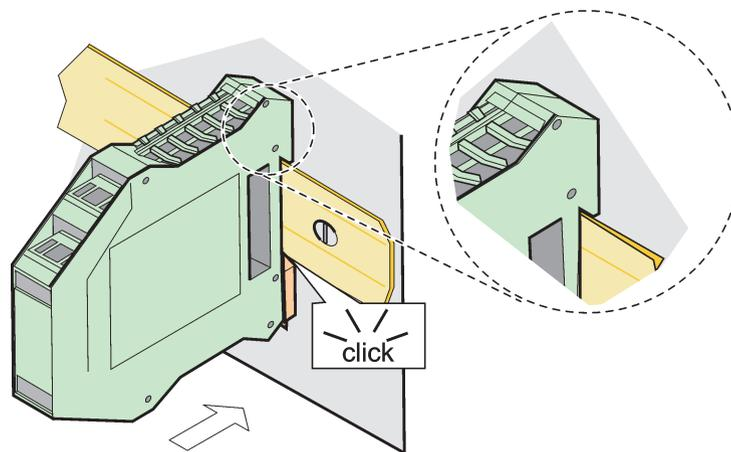

Figure 73 Fixation d'un module d'expansion
3. Faire pivoter le module vers le bas et l'appuyer sur le rail DIN jusqu'à ce qu'il s'engage distinctement (Figure 73).